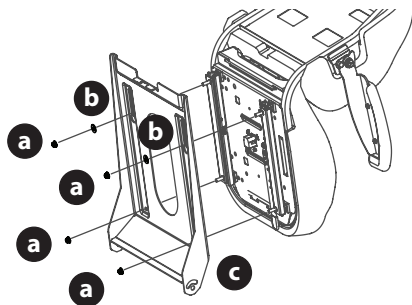

Fig. 5
- b. Para un asiento con ajuste de palanca, use las tuercas de seguridad con brida (a) y las arandelas planas (b) (Fig. 5).